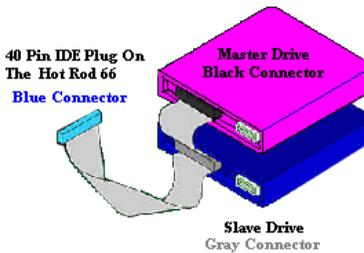

Abb. 2-2. Anschluß eines ATA/66 an den Hot Rod 66
- Verbinden Sie den **SCHWARZEN** Anschluß mit dem passenden Stecker auf der **Master**-Festplatte. Verbinden Sie den **GRAUEN** Anschluß mit dem passenden Stecker auf dem **Slave**-Laufwerk (sekundäre Festplatte, CD ROM, oder Bandlaufwerk). Bitte schauen Sie sich Abbildung 2-2 an.